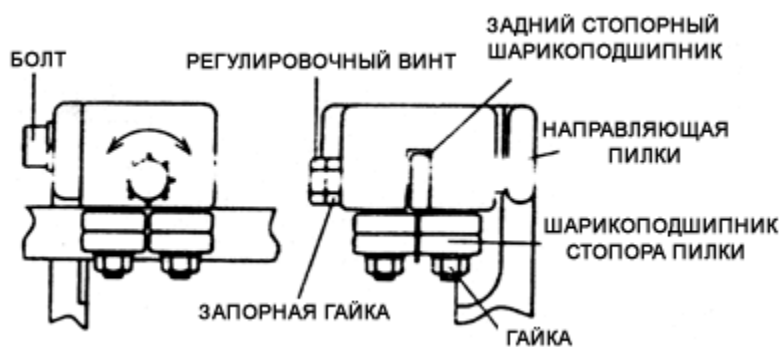

Рис.13.
- Если шарикоподшипники направляющей лезвия изношены, снимите регулировочные винты и гайки и замените шарикоподшипники для обеих головок направляющей пилки (рис. 13).
- Если после замены шарикоподшипников остаются вертикальные неровности при распиливании, положение пилки можно отрегулировать регулировочным винтом направляющей пилки (рис. 13).